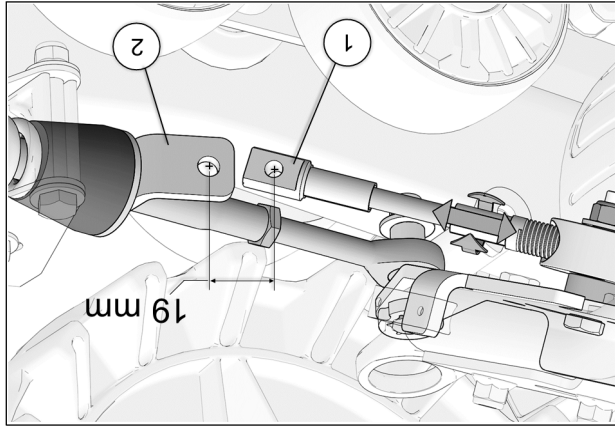

Fig. 26
14. Tourner le volant du véhicule au maximum de la course du côté gauche. En maintenant une pression au volant, ajuster le câble (en vissant ou dévissant pour ajuster la longueur). Voir la Fig. 26
15. Obtenir une distance de 19 mm [ $\frac{3}{4}$  po.] du centre de l'extrémité du câble (1) au centre de l'extrémité du support de fixation (2). Voir la Fig. 26